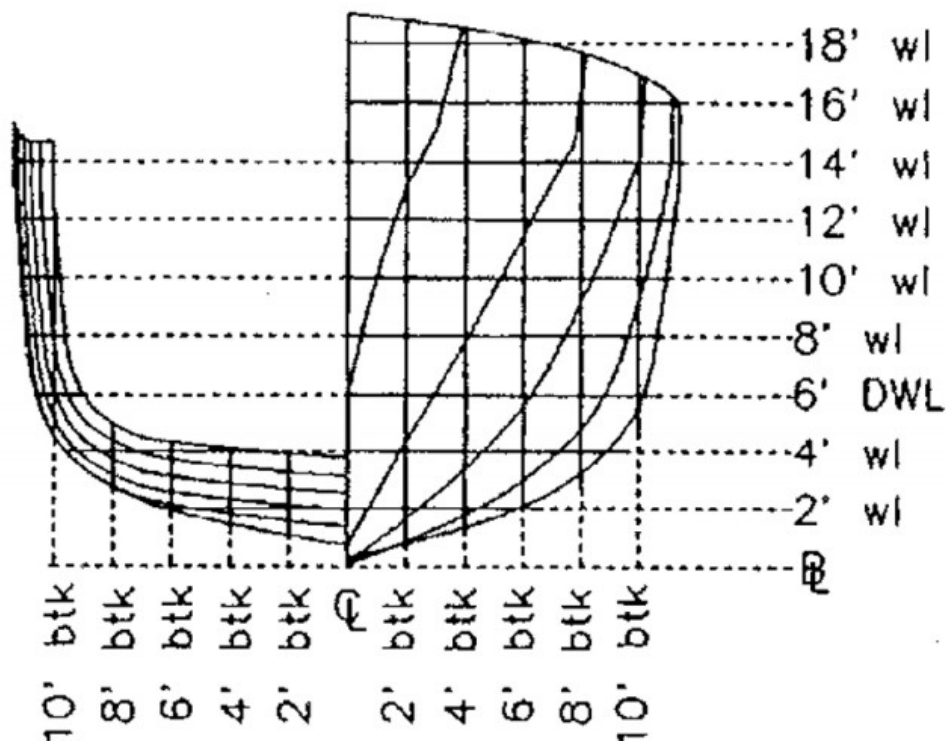

Figura 1 – Planos del Casco (Vista de frente o plano de cuerpo) del patrullero 3L
1. Determine las mangas medias para la línea de flotación de 6 pies (DWL) extrayendo los valores correspondientes de la Tabla 1. Luego verifique estos valores midiéndolos en el plano del casco en la Figura 1. Demuestre que entiende como encontrar estos puntos encerrándolos en un círculo en el plano del de la Figura 1. Registre los valores obtenidos de la Tabla de Datos y los del plano del casco en la siguiente tabla.